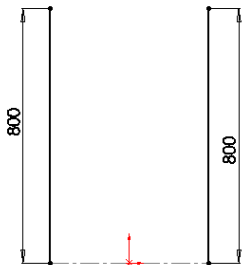

图 16-59 绘制竖直直线
①单击“草图”工具栏中的“3D 草图”按钮, 单击“直线”按钮, 按一下 Tab 键, 将坐标系切换为 XY 坐标, 过水平构造线的两个端点绘制两条竖直直线并标注智能尺寸, 如图 16-59 所示。